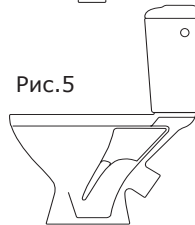

Рис.5
- воронкообразный с косым выпуском с цельноотлитой полочкой (рис. 5),